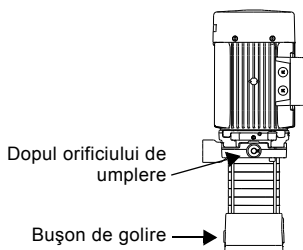

Fig. 4 Dopurile orificiilor de umplere și golire
3. Îndepărtați dopul orificiului de umplere. Vezi fig. 4.
Îndepărtați dopurile orificiilor de umplere și golire. Vezi fig. 4.